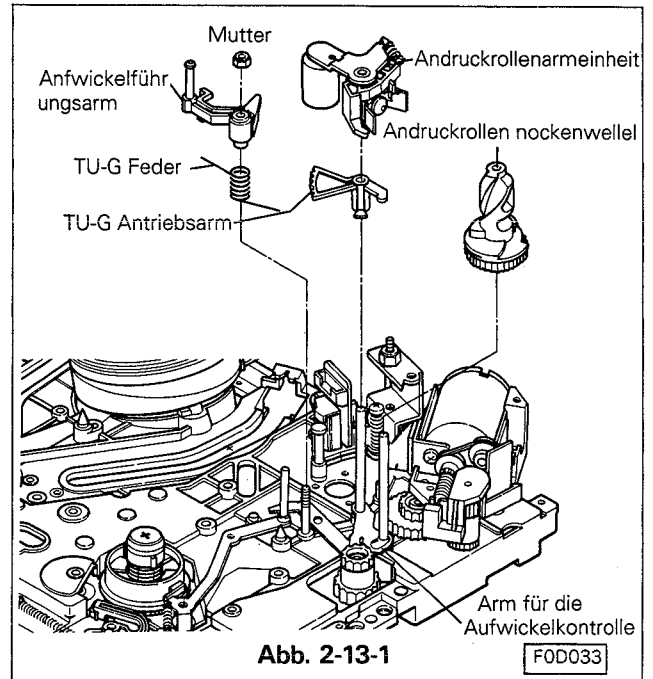

Abb. 2-13-1
### 2-13-1 Ausbau (siehe Abb. 2-13-1)
### 2-13-2 Einbau (siehe Abb. 2-13-1)
- Den Arm für die Aufwickelkontrolle auf Rechtsanschlag bringen. (Siehe Abb. 2-13-1)